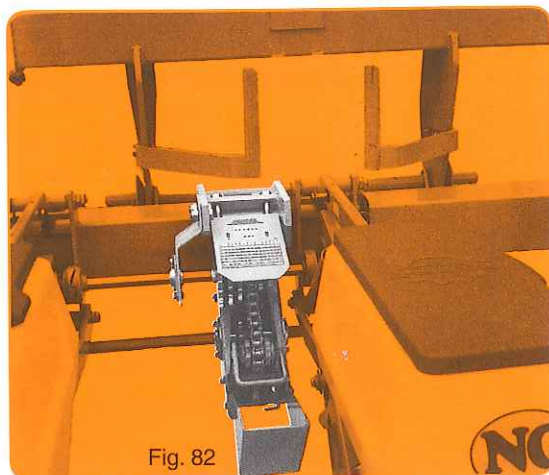

Fig. 82
- Montage déporté (fig. 82) pour semoir à nombre de rangs impair. La boîte se place à gauche et au plus près de l'élément central : pour cela supprimer 1 des paliers (4) support axe hexagonal.
- Offset assembly (fig. 82) for planters with an odd number of rows and inter-row spacing under 45 cm (18"). The gearbox is then mounted on the left and as close as possible to the central metering unit. To do so, remove one of the bearing fingers (4) which support the hexagonal shaft.
Seitlich gesetzte Montage (Abb. 82) für Sämaschinen ungerader Reihenanzahl und Reihenabstände unter 45 cm. Das Wechselgetriebe wird links und ganz nah am mittleren Element angebracht. Bei dieser Stellung ist die Lagerstütze (4) zu entfernen.
- montage uit het midden (fig. 82) voor een zaaimachine met een oneven aantal rijen. De tandwielkast wordt links van, en zo dicht mogelijk bij het middelste element geplaatst. Daartoe één van de lagers (4) verwijderen.